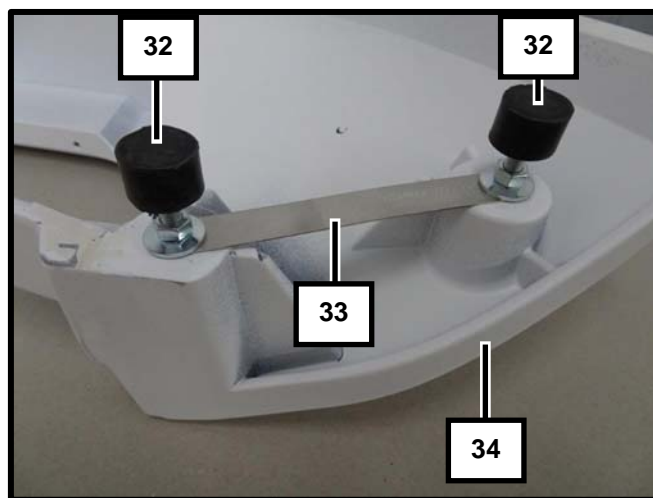

Abb. 47
- 42 TECHART Grundkörper (34) auf dem Fahrzeug ausrichten, dazu die Puffer so einstellen, dass der Übergang zum Seitenteil passt. Spaltmaß ca. 1mm.
**Mit den Anschlagpuffer (32) (Abb. 47 und 48) die Höhe einstellen, so dass der Grundkörper sauber sitzt.**